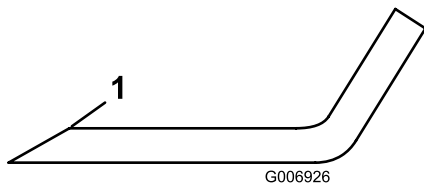

Figure 69
4. Examinez le tranchant de toutes les lames et aiguissez-le s'il est émoussé ou ébréché; aiguissez uniquement le haut du tranchant et conservez l'angle de coupe d'origine pour obtenir une coupe nette (Figure 69).